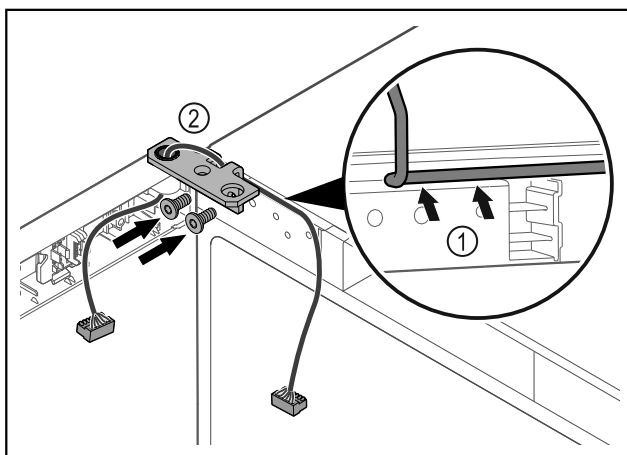

Fig. 39
- ▶ Juhtige kaabel läbi šarniirnergiku väljalõike ja vedage ettevaatlikult Fig. 39 (1).
- ▶ Kruvige šarniirnergik Fig. 39 (2) külge.